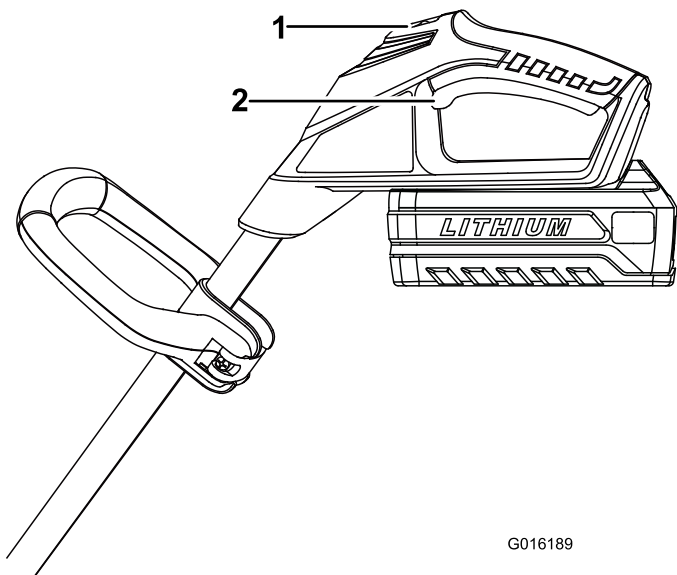

**Figure 5**
1. Alignez la languette de la batterie sur le creux dans le corps de la poignée (Figure 5).
2. Saisissez la poignée d'actionnement (Figure 5).